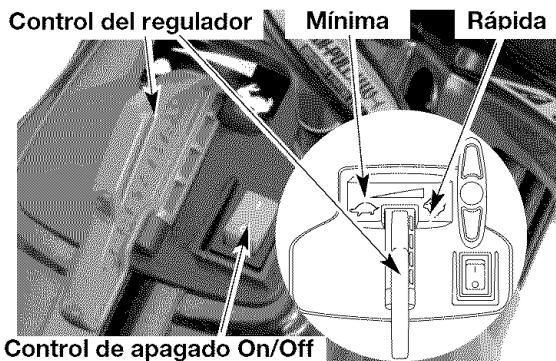

Fig. 9
- NOTA:** No hay necesidad de encender la unidad. El Control de Parada Encendido/Apagado (On/Off) está en la posición Encendido (ON) (I), en todo momento.
3. Ponga la unidad en la posición de arranque (Fig. 11 o Fig. 12). Coloque el control del regulador en la posición de mínima ( ). (Fig. 9).